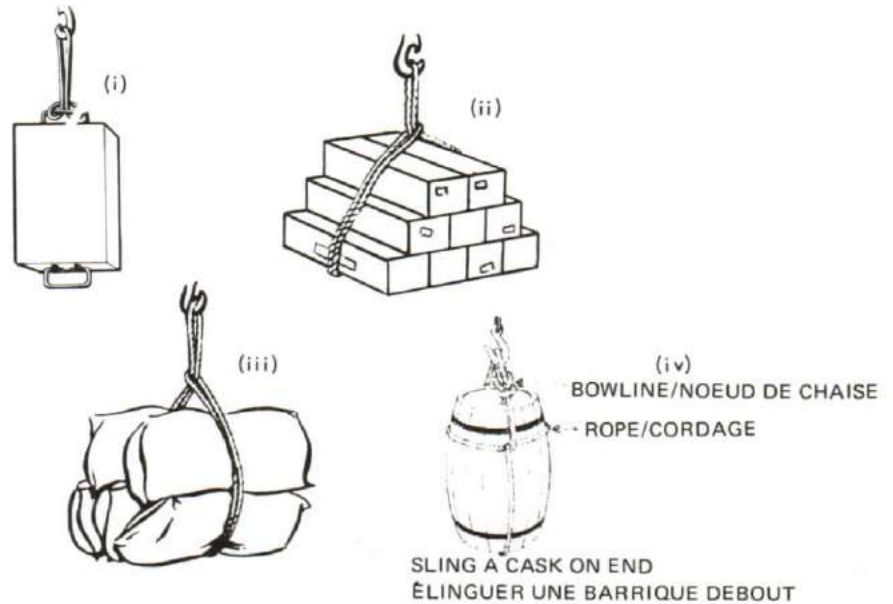

Figure 11-15
2. The best uses for strops are on crates with handles, on a group of light cases (arranged as shown in Figure 11-15(ii)) on a group of sacks (if they are sturdy ones), or on casks. If a group of heavy cases is lifted or if the cases are arranged differently from Figure 11-15(ii), the strops will crush or damage the load.
2. Les estropes s'emploient le mieux sur des caisses munies de poignées ou sur un assemblage de caisses légères (groupées comme le montre la figure 11-15 (ii)), sur un ensemble de sacs (s'ils sont solides), ou sur des barriques. Si l'on tente de soulever un assemblage de caisses lourdes ou des caisses qui ne sont pas étagées comme l'indique la figure 11-15 (ii), les estropes écraseront ou avarieront la charge.